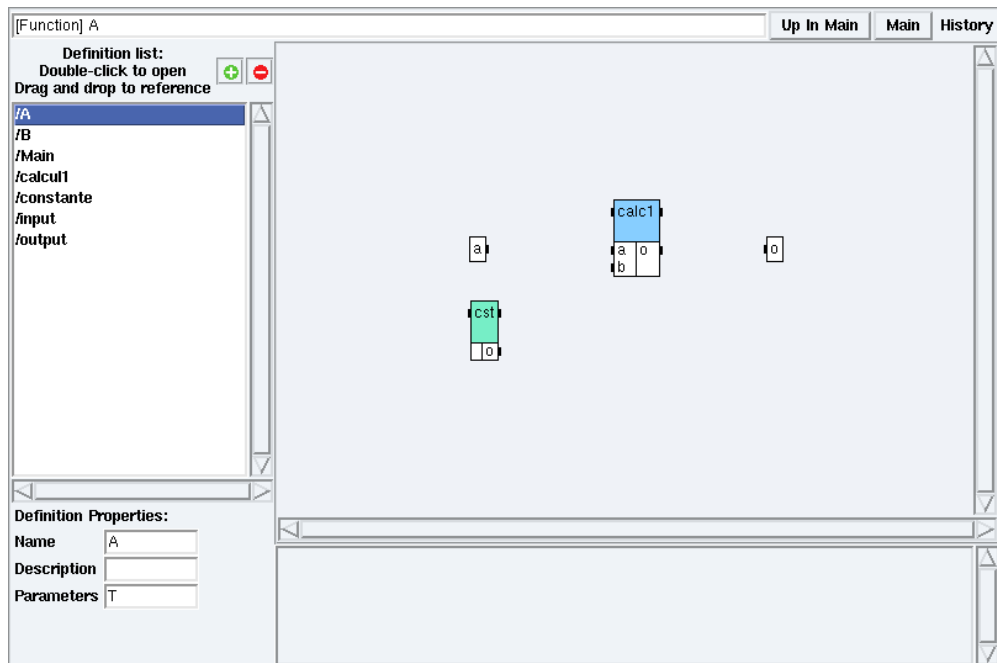

Figure 2.1: Parameters
- add a parameter name (*cf.* figure 2.1): Field **Parameters** → `T`.